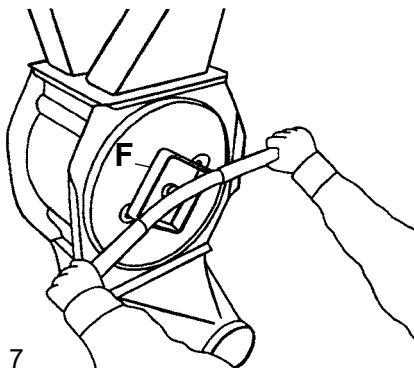

Fig. 7
- Wyjąć wirnik z obudowy, zobacz fig. 7. Można łatwo zdemontować wirnik, jeżeli zostanie użyte specjalne narzędzie (F). Odpowiednie narzędzie może być dostarczone przez Kongskilde, numer części to 121000514. Obrócić wirnik przeciwnie do kierunku ruchu wskazówek zegara jednocześnie wycofując go z obudowy. Montując wirnik należy użyć ściągacza do obracania wirnika, tak, aby kołek tarczy zabierakowej był zaczepiony w przekładni.